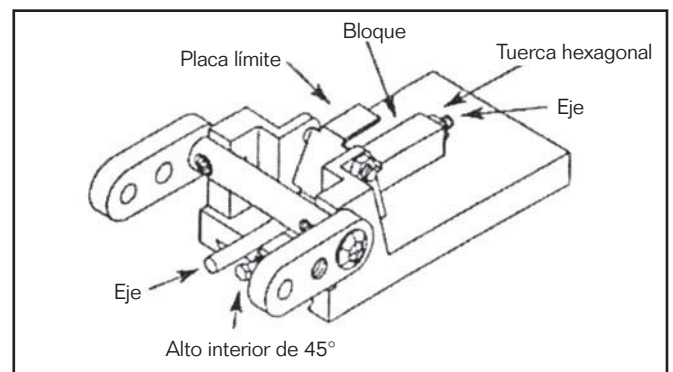

Figura 4. Límites de los Altos
- Asegúrese de que el límite de la placa (Figura 4) descansa en la muesca del bloque. Coloque la guía contra el eje y guía de seguridad en posición con la manija de inclinación de la guía.